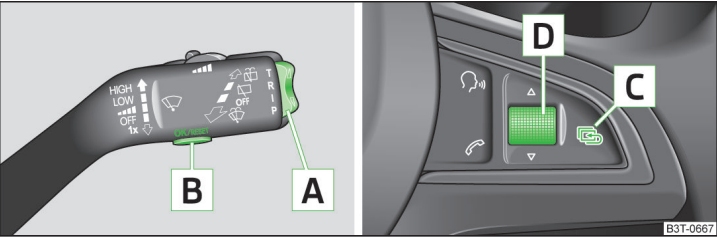

Fig. 24 Teclas/rueda de ajuste: en la palanca de mando / en el volante multifunción
Algunas funciones del sistema de información se pueden manejar con las tec- las en la palanca de mando y/o en el volante multifunción » fig. 24.
Tras pulsar la tecla A » fig. 24 de la página 40 se muestra el dato que se vi- sualizó la última vez.
- » Pulsar la tecla **B** y/o la rueda de ajuste **D** » fig. 24 de la página 40 durante un lapso prolongado.